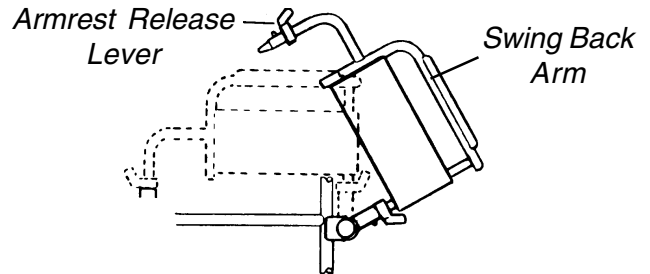

FIGURE 2 - SWING-BACK ARMS
**SWING-BACK ARMS (FIGURE 2)**